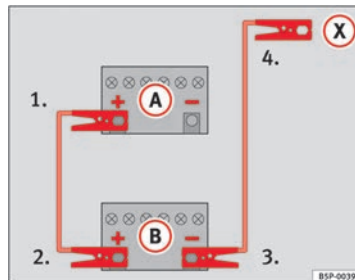

Fig. 188 Schema elettrico per i veicoli non dotati di sistema Start-Stop.
2. Collegare un'estremità del cavo di emergenza *rosso* al polo positivo (+) del veicolo con la batteria scarica (A) ⇒ fig. 188.
3. Collegare l'altra estremità del cavo di emergenza *rosso* al polo positivo (+) della batteria che fornisce la corrente (B).
4. **Nei veicoli privi di sistema Start-Stop:** Collegare un'estremità del cavo di emergenza *nero* al polo negativo (-) della batteria che fornisce corrente (B) ⇒ fig. 188.